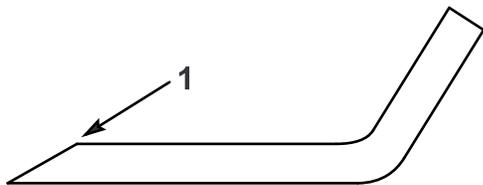

Figure 38
- Au moyen d'une lime, aiguissez les tranchants aux deux extrémités de chaque lame (Figure 38). Veillez à conserver l'angle de coupe d'origine. Limez la même quantité de métal sur les deux tranchants pour ne pas déséquilibrer la lame.